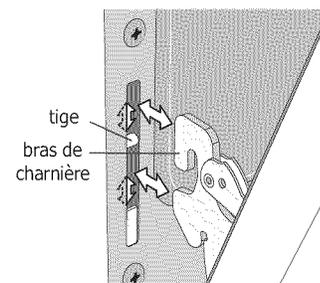

Figure 24 : Remise en place et emplacement des bras de charnière et des tiges
5. Soulevez les bras des charnières de la porte au-dessus des tiges situées de chaque côté du cadre du four (Voir Figure 24).
2. En tenant la porte dans le même angle que pour la retirer, posez les crochets des bras des charnières sur les tiges situées de chaque côté du cadre de la porte (voir Figure 24). Les crochets des bras de charnière doivent être bien assis sur les tiges.